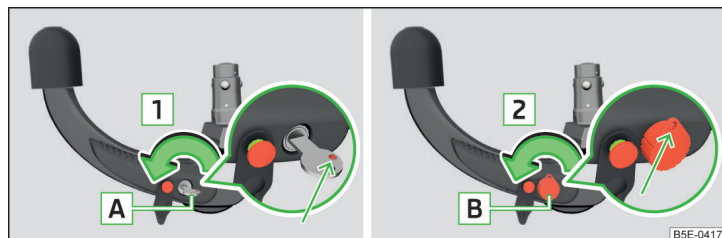

Fig. 167 1. operazione: variante chiave 1 / variante chiave 2
- Ruotare la chiave **A** in direzione della freccia **1**, in modo che il suo contrassegno rosso sia rivolto verso l'alto » fig. 167.
- Ruotare la chiave **B** in direzione della freccia **2**, in modo che l'occhiello della chiave sia rivolto verso l'alto » fig. 167.